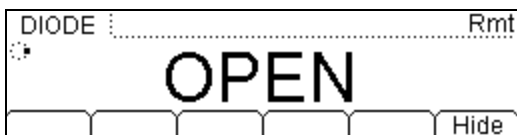

図 2-29 ダイオード試験画面
2. フロントパネルの  ボタンを押して、図 2-29 のようにダイオード試験動作にします。